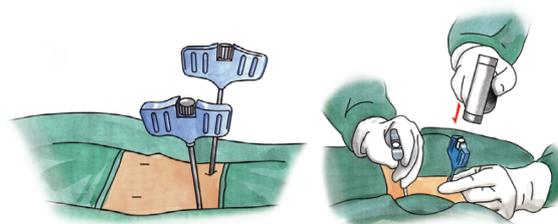

图 4b
- 前后位 X 线透视引导下，将定位导向穿刺器尖置于椎弓根投影的外缘。（即左侧 9-10 点、右侧 2-3 点处），向内倾斜 10 ~ 15° 平行终板向椎体内穿刺，定位导向穿刺器进入骨质内 6-10mm 后透视定位导向穿刺器尖端在椎弓根投影内未突破内侧皮质（图 4b）。